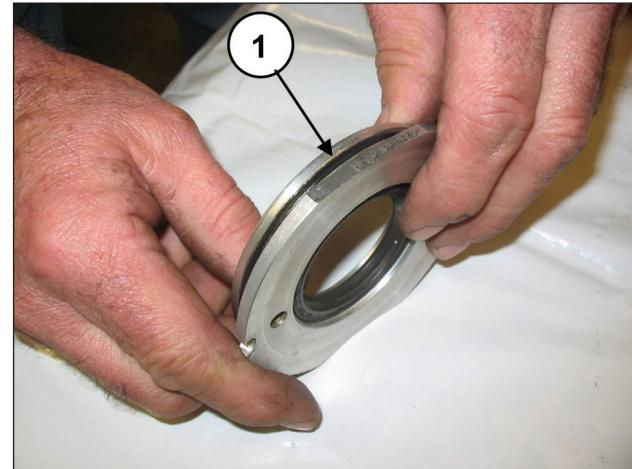

Fig. 140
Posicione o anel O-ring (pos. ①, Fig. 140) na base da tampa da junta de óleo e insira o grupo montado no interior do cárter na respectiva base (pos. ①, Fig. 141).